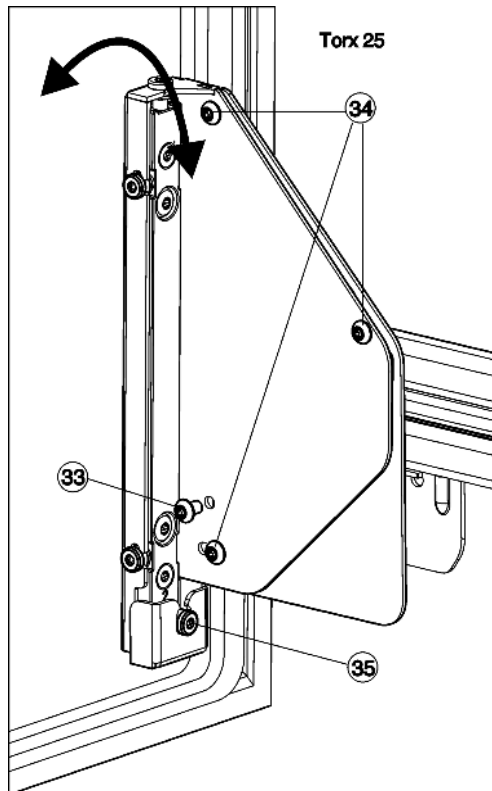

Fig. 25
- ▶ Die Schraube Fig. 25 (33) vollständig herausschrauben.
- ▷ Die Schraube Fig. 25 (33) entsorgen, sie wird nicht mehr benötigt.
- ▶ Schrauben Fig. 25 (34) mit 1 bis 2 Umdrehungen nur lösen.
- ▶ Verstelle Schraube Fig. 25 (35) drehen. Im Uhrzeigersinn: die Tür oben neigt sich vom Gerätekorpus weg. Entgegen dem Uhrzeigersinn: die Tür oben neigt sich zum Gerät und unten weg vom Gerätekorpus.
- ▶ Nach Beendigung der Neigungsverstellung alle Schrauben Fig. 25 (34) wieder fest anziehen.